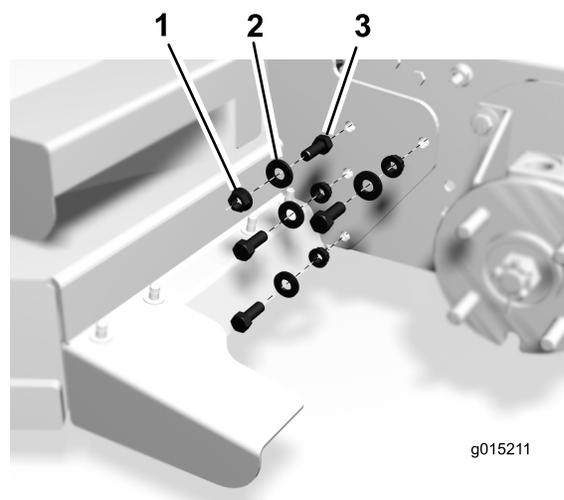

Figura 3
4. Instale 8 pernos (3/8 x 1 pulgada), arandelas curvas y tuercas con arandela prensada para sujetar la carcasa de corte rotativa a la unidad motriz. Observe la orientación de los pernos en Figura 3. Asegúrese de que la carcasa del motor está paralela a la carcasa de corte con una tolerancia de +/- 0,5 grados antes de apretar los pernos de fijación.
Nota: Figura 3 La muestra las fijaciones fuera de la unidad de corte para ilustrar mejor qué configuración va con cada taladro. Instale los pernos y las arandelas juntos en el mismo lado del bastidor.